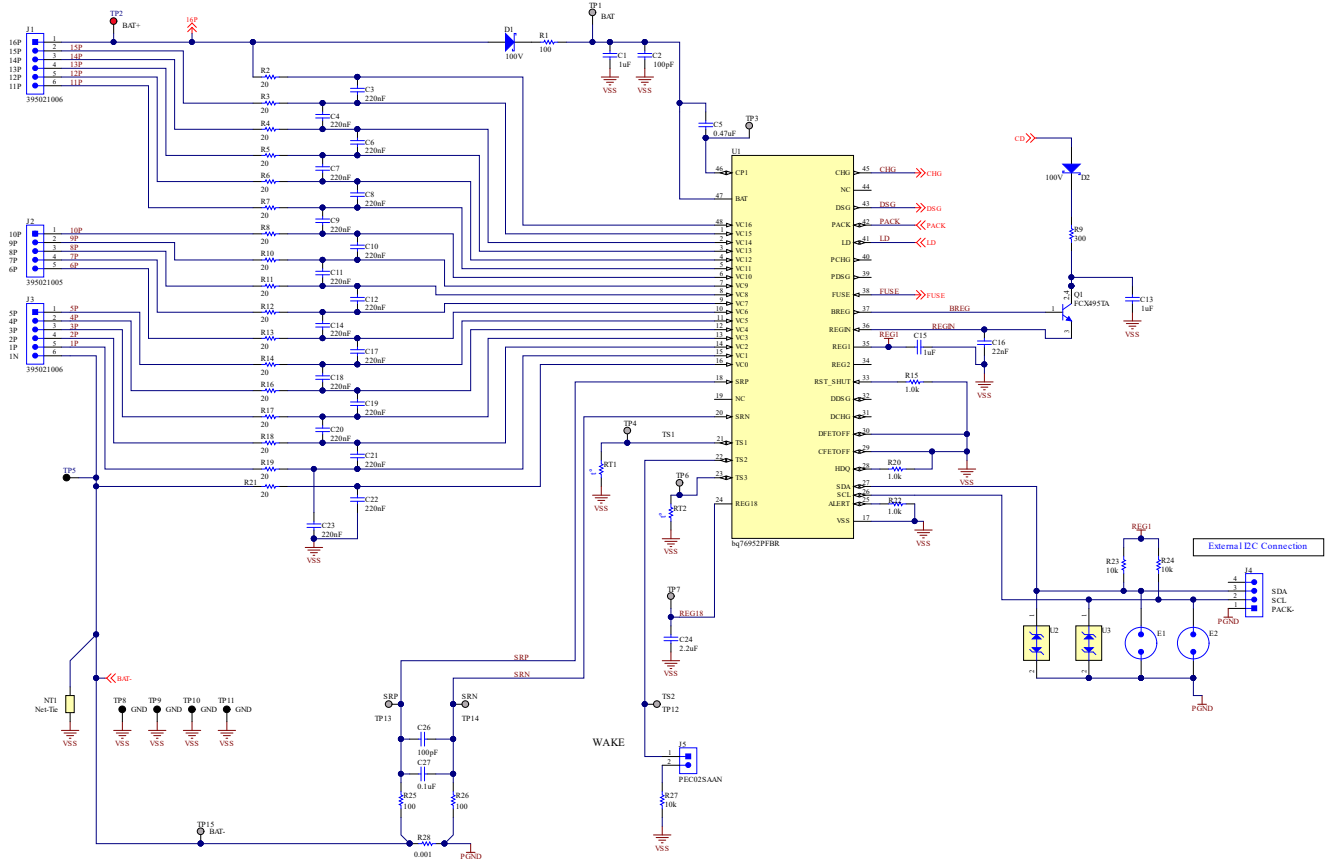

図 8-2. BQ76952 16 直列セル回路図 — モニタ
- 消費電力は、FET の RDS(ON) 定格、FET パッケージ、および PCB 設計の要因となる可能性があります。
- BQ76972-Q1 デバイスのチャージポンプのオーバードライブレベルは、保護 FET の RDS(ON) 要件と電圧処理要件に基づいて選択される必要があります。最大ゲート - ソース間電圧が 15V の FET を選択すると、BQ76972-Q1 デバイス内の 11V オーバードライブモードを使用できます。FET がこのレベルに耐える仕様が規定されていない場合や、FET のゲートリーク電流に懸念がある場合は、低いオーバードライブレベルである 5.5V を選択できます。
- オプションで BJT のコレクタ回路にダイオードを搭載でき、パックの短絡事象時に BREG から BJT のベースコレクタ接合を経由して PACK+ への逆電流が流れることを防止できます。このダイオードについて、図 8-2 の D2 にて参照してください。